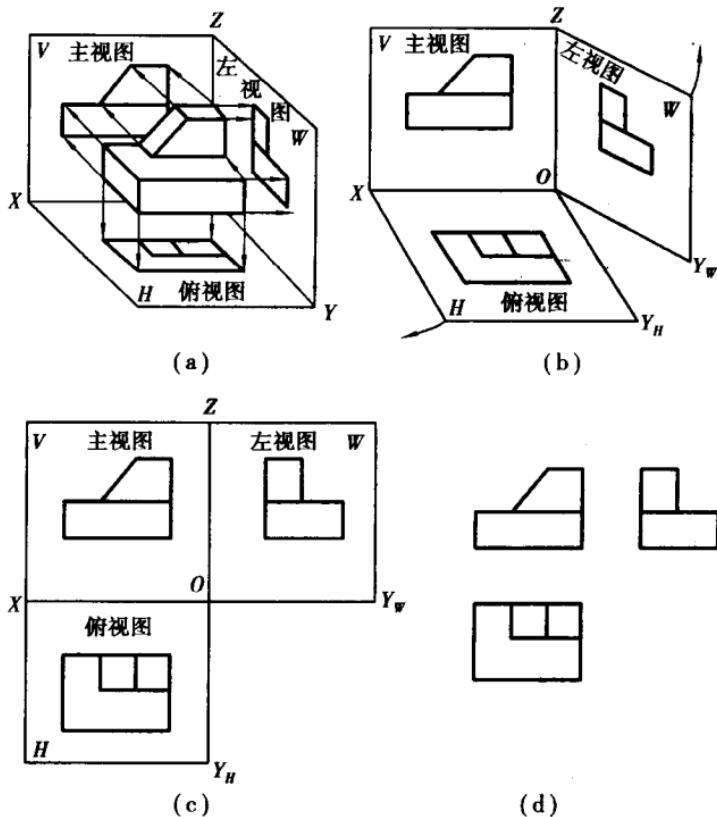

图 2.6 三个视图的形成
将物体放在三投影面体系中,采用正投影的方法,分别向三个投影面投影,即向正面(前面)、水平面(地面)、侧面(右面)投影,就得到了物体的三个投影,这三个投影就叫物体的三视图,如图 2.6(a) 所示。
为了画图和看图的方便,把三个投影面展开成一个平面,其方法是:正面不动,水平面绕  $OX$  轴向下(后)旋转 90 度;侧面绕  $OZ$  轴向右(后)旋转 90 度。如此,其三个视图也在一个平面上了,并且,俯视图在主视图的下方,左视图在主视图的右方,这叫标准位置摆放三个视图,如图 2.6(b),(c) 所示。
实际画图时,不必画出投影轴和投影面,只画视图。并且,如按标准位置摆放三个视图时,一律不标视图的名称,如图 2.6(d) 所示。
从图 2.6 中,可看出,所谓的三视图,实际上就是物体,在相应投影方向上的轮廓线,并且,物体在相应投影方向上的轮廓线,要不多不少地画完,投影方向上看不见的轮廓线,用虚线表示。
(2) 位置关系。以主视图为主，俯视图在主视图的正下方，左视图在主视图的正右方，并且视图要互相对齐、对正，不能错开，更不能倒置，如图 2.6(d) 所示。